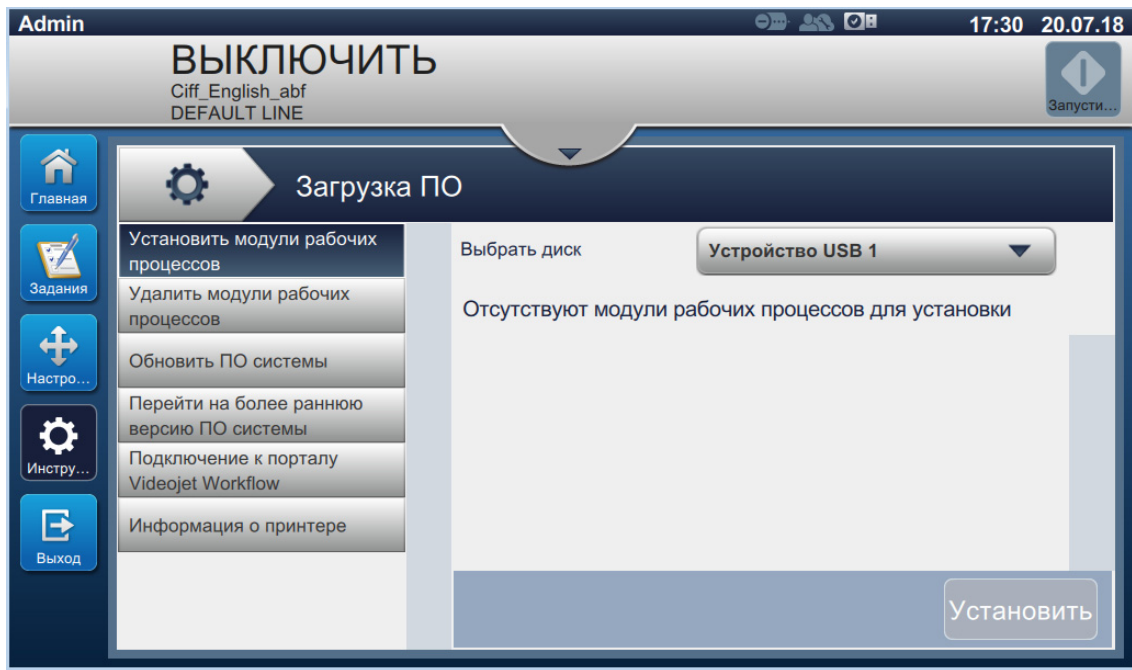

Рис. 6-21: Экран «Загрузка ПО»
1. Нажмите кнопку  на экране «Инструменты». Откроется экран «Загрузка ПО», как показано на Рис. 6-21.